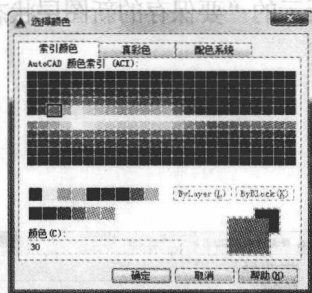

图 1-5 “选择颜色”对话框
3. 在显示边界线层颜色的区域单击，弹出如图 1-5 所示的“选择颜色”对话框，从中选择 30 号颜色，即橙色，单击“确定”按钮。